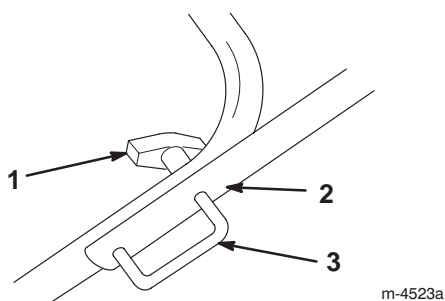

Figure 3
2. Desserrez les boutons et tirez les dispositifs de blocage du mancheron jusqu'à ce que la partie supérieure tourne librement (Fig. 3).
5. Insérez complètement les dispositifs de blocage du mancheron (Fig. 3).